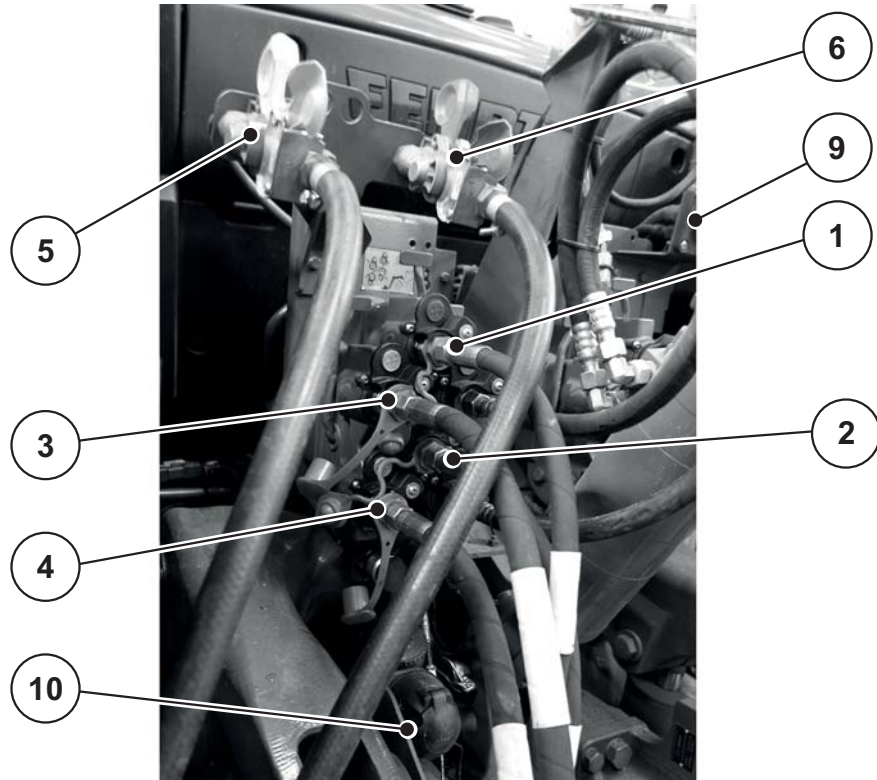

Figure 6.6 : Ordre de raccordement de l'épandeur pour grandes surfaces AXENT
- Veuillez observer les étapes pour le raccordement : Voir figure 6.6.
- Veuillez observer l'ordre des étapes pour le raccordement : Voir figure 6.6.